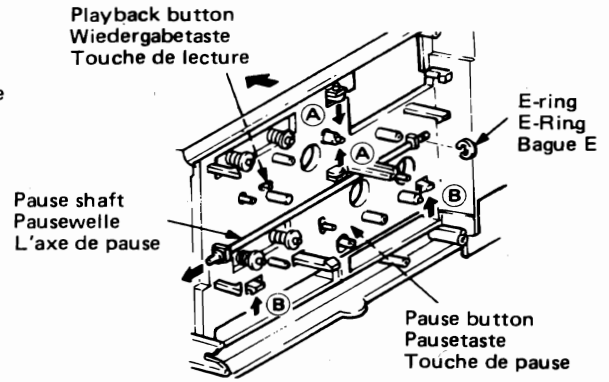

Fig. 6 Abb. 6
7. Control Buttons (Fig. 6)
7. Funktionstasten (Abb. 6)
7. Touches de commande (Fig. 6)